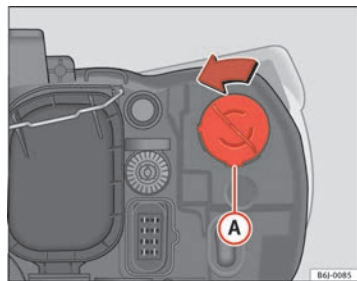

Abb. 144 Blinklicht
- Die Fassung ⇒ Abb. 144 **A** nach links drehen und ziehen.